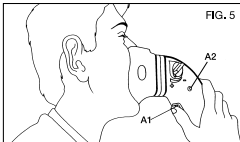

FIG. 5
5. Setzen Sie sich bequem und halten das Inhalationsgerät in vertikaler Position. Bringen Sie die Maske an den Mund und drücken den Knopf (A1) (Abb. 5); die LED-Anzeige (A2) des Inhalationsgeräts zeigt grünes Dauerlicht, dann beginnt das zerstäubte Medikament auszutreten. Atmen Sie tief. Für eine noch wirksamere Behandlung halten Sie nach dem Inhalieren den Atem kurz an, damit sich die inhalierten Aerosol-Tröpfchen den Atemwegen entlang absetzen können. Um die beste Ausnutzung des Medikaments zu erzielen, lassen Sie den Knopf (A1) nach dem Einatmen los. Dann atmen Sie langsam aus.